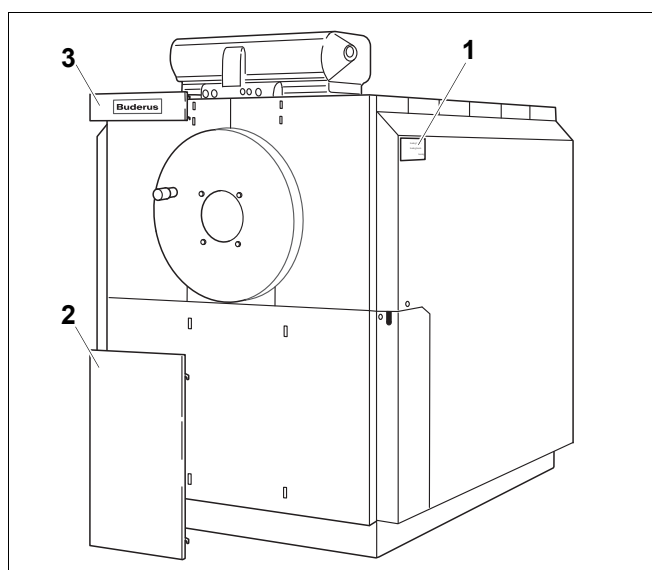

Рис. 25 Установка декоративных панелей
- Установите верхнюю (рис. 25, **поз. 3**) и нижнюю (рис. 25, **поз. 2**) декоративные панели, для чего вставьте крюки панелей в прорези в передней стенке.
- Прикрепите табличку котла вверху к панели (рис. 25).
- Закрепите заводскую табличку (рис. 25, **поз. 1**) в зависимости от местных условий на левой или правой боковой стенке.